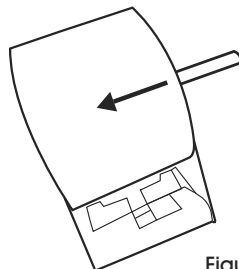

Figure 6
6. Réintroduisez le tube doté d'une bague dans le mandrin. (Voir Figure 6)